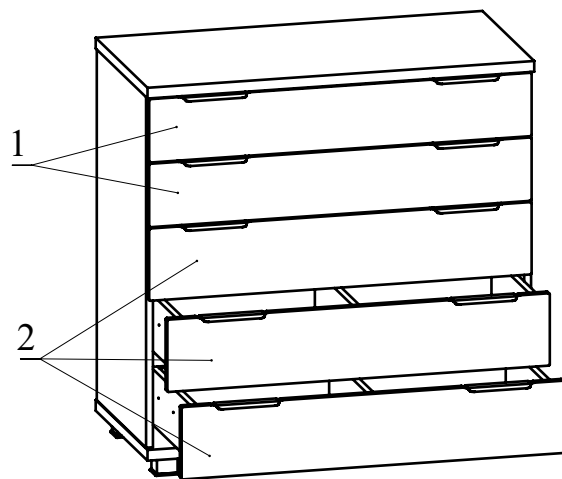

Рис.12
10. Установите ящики в корпус комода (Рис. 12)